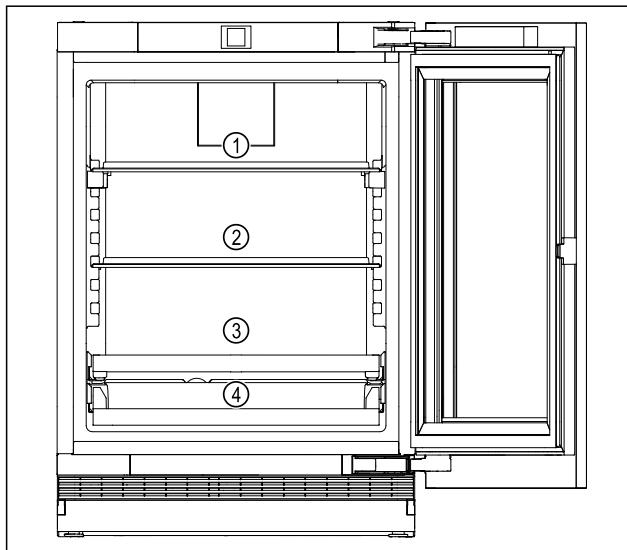

Fig. 5 Beispielhafte Darstellung
- Oberer Bereich Fig. 5 (1): Dosen, kleinere Flaschen lagern.
- Mittlerer Bereich Fig. 5 (2): Dosen, kleinere Flaschen lagern.
- Unterer Bereich Fig. 5 (3): Dosen, kleinere Flaschen lagern.
- Getränkeablage (4): Dosen, kleinere Flaschen lagern.